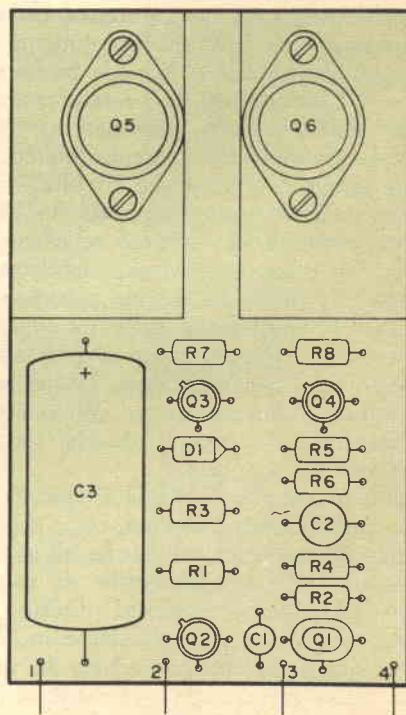

Fig. 2 - Sistemate e saldate tutti i componenti sul circuito stampato, con questa disposizione.
**Costruzione** - Il montaggio dei componenti e l'esecuzione dei collegamenti si possono effettuare su un circuito stampato autocostruito oppure su un comune telaio delle dimensioni di circa 10 x 15 cm. Se usate un circuito stampato, montate e saldate le varie parti come illustrato nella fig. 2. Distanziate i transistori di circa 1 cm dalla tavoletta e durante le operazioni di saldatura tenete i terminali dei transistori stessi, sulla parte superiore del circuito stampato, con un paio di pinze.